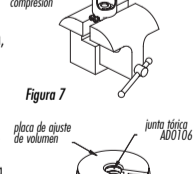

Figura 8
2. Inserte la herramienta de gancho en la abertura de la placa de ajuste de volumen y tire con cuidado de ella hacia arriba, procurando no dañarla. Hágalo de lado a lado, evitando que la placa quede atascada dentro del eje. Una vez haya retirado esa placa, encontrará la rampa de rebote y la rampa de compresión sueltas dentro del eje del pistón. Estas piezas estaban sujetas a las varillas que ha retirado en el paso 1. Si simplemente está reparando una fuga, puede sustituir las juntas de la placa, como se muestra en la Figura 8, y continuar con el paso 4.